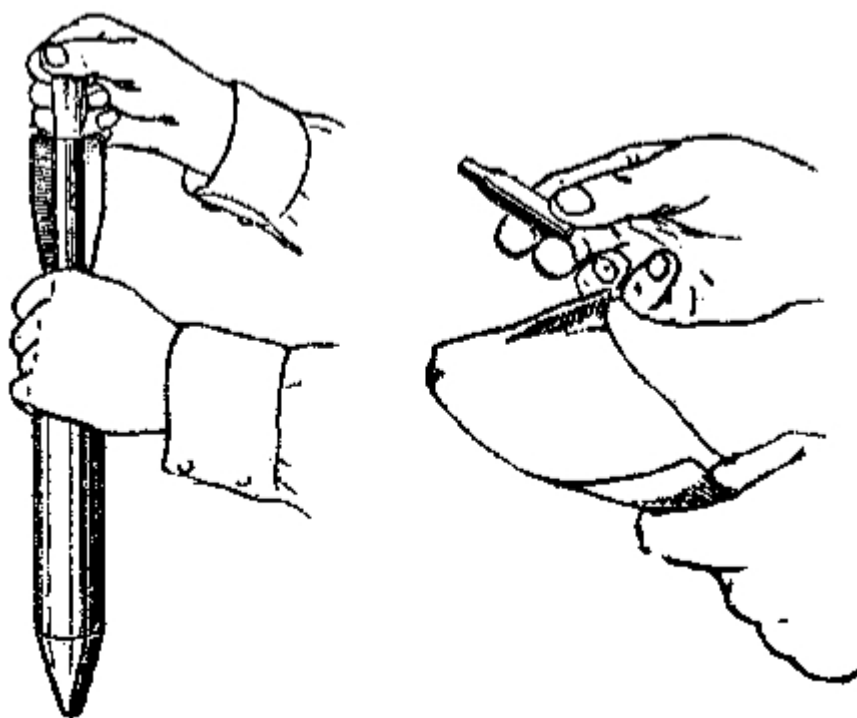

Рис. 8. Вынимание из стабилизатора охлажденного патрона
- г) вынуть из стабилизатора гранаты завернутый в бумагу охлажденный (без пули) патрон и снять с него бумагу (рис. 8).